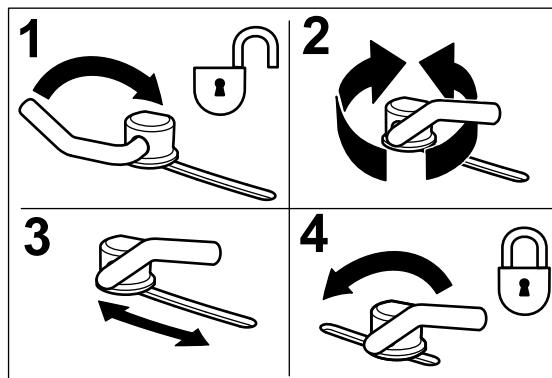

Figura 14
- Para ajustar os bloqueios do excêntrico, rode a alavanca para cima para soltar o bloqueio do excêntrico (Figura 14).
- Rode novamente a alavanca para apertar o abafador e os bloqueios do excêntrico (Figura 14).